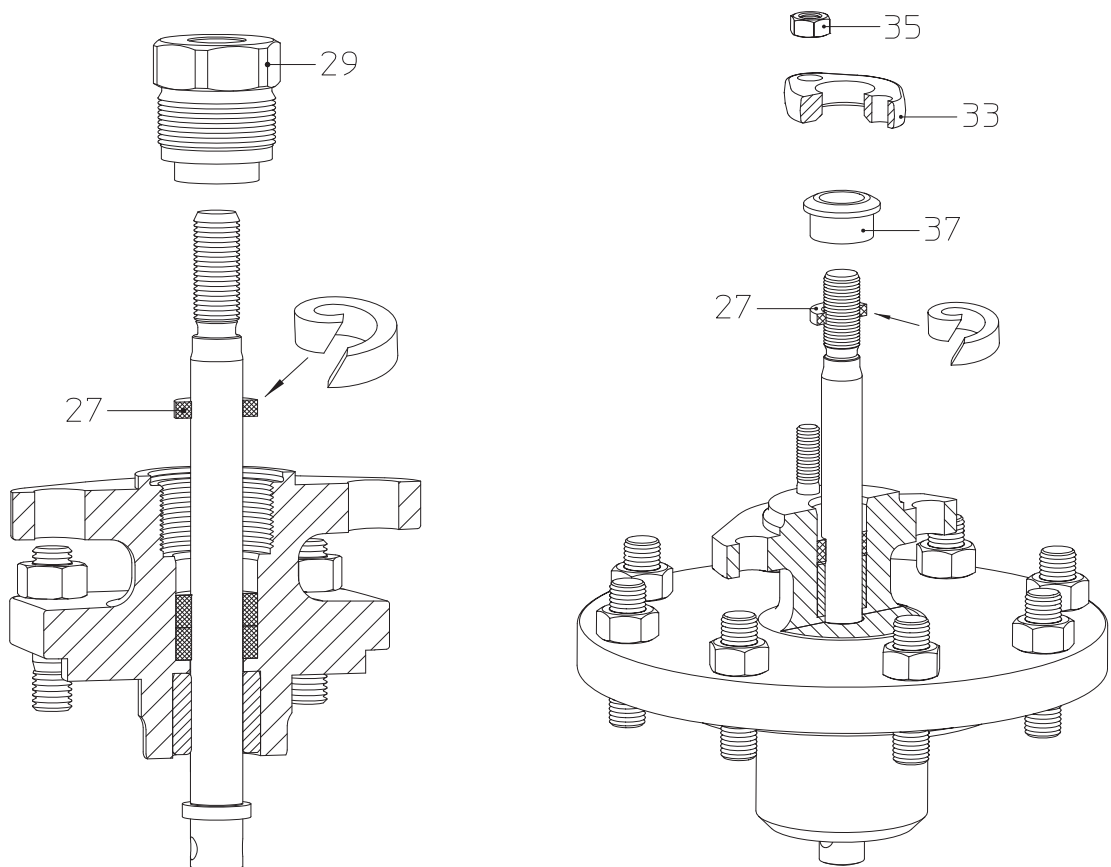
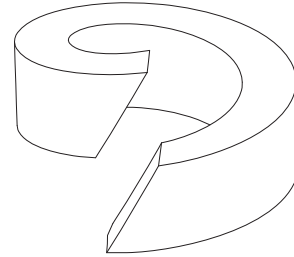

Рис. 11: сальниковая набивка DN15-100    Рис. 12: сальниковая набивка DN125-150
Рис. 14: разделенное уплотнительное кольцо
- Установите новое уплотнительное кольцо (поз. 27), руководствуясь Рис. 11 - Рис. 14.
При использовании разделенных уплотнительных колец, разрез должен производиться с наклоном согласно Рис. 14.